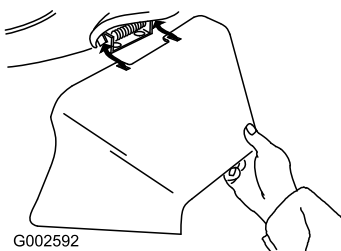

Figura 41
3. Instale el conducto de descarga lateral y cierre la puerta sobre el conducto (Figura 41).